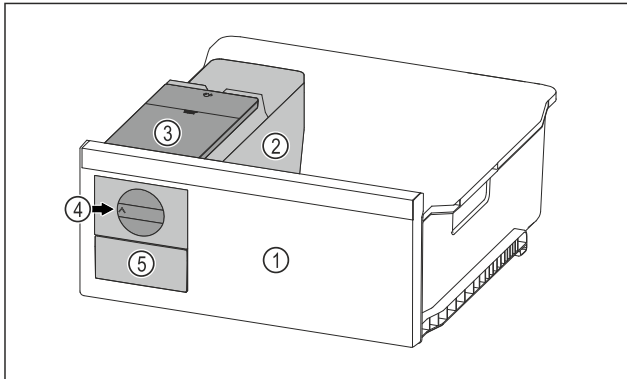

Fig. 120 Beispielhafte Darstellung
- ▶ Drehknopf Fig. 120 (4) im Uhrzeigersinn bis zum Anschlag drehen.
- ▷ Eiswürfel fallen aus der Eiswürfelschale in das Eiswürfelschubfach Fig. 120 (5).